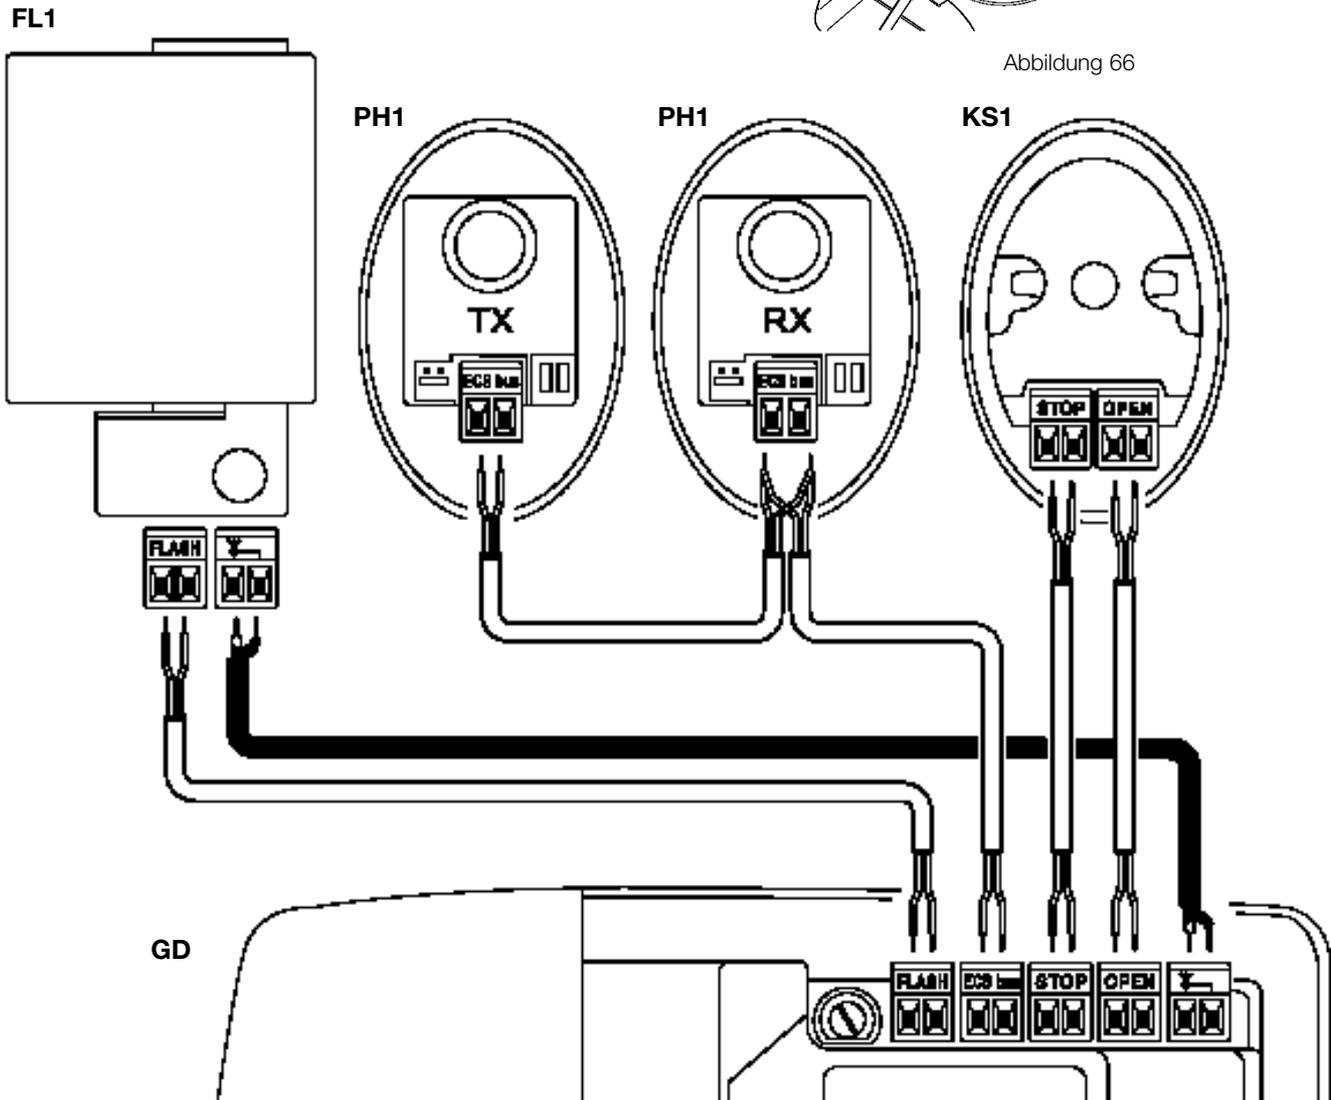

Abbildung 65
3 Abbildung 65 als Bezugnahme zur Durchführung des elektrischen Anschlusses der verschiedenen Vorrichtungen in Niedrigspannung an den Klemmen der Steuerung verwenden.
- bei fast allen Anschlüssen ist die Beachtung einer Polung nicht notwendig; nur für das Abschirmkabel der in der Blinkleuchte FL1 (Sonderzubehör) eingebauten Antenne müssen Seele des Drahts und Abschirmung gemäß Abbildung 65 angeschlossen werden.
**1** Die technischen Unterlagen der Automatisierung zusammenstellen, mit mindestens: Gesamtzeichnung (z.B. Abbildung 1), Schaltplan (z.B. Abbildung 65), Risikoanalyse und jeweilige angewendete Lösungen, Konformitätserklärung des Herstellers für alle benutzten Vorrichtungen. Für GD die Anlage 1 "CE-Konformitätserklärung der Bestandteile von GD" verwenden.